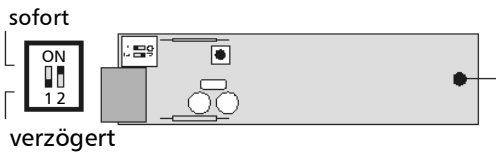

Abbildung 2: Sender 6000 KM
5. Um die Lichtschranke an ein Alarmsystem von Indexa anzumelden, legen Sie die Batterie in die Einheit RX ein (weiße Markierung), während der Empfänger (6000 CF, 6000 IS etc.) sich im Anmeldemodus befindet (siehe auch Installationsanleitung des Empfängers). Stellen Sie die Reaktion der Lichtschranke am DIP-Schalter Nr. 1 auf dem Sender 6000 KM wie folgt ein (siehe Abb. 2):